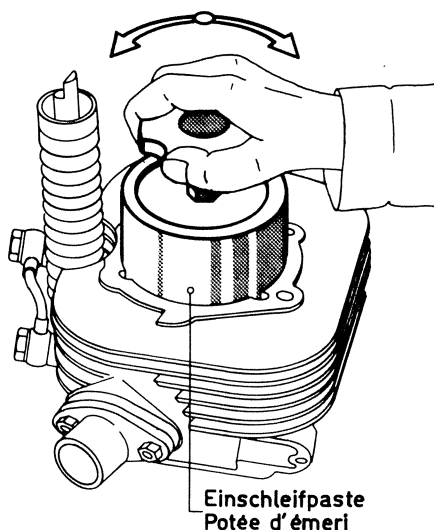

Fig. 9
- Mittels Vorrichtung Nr B 600.20.111 und grober Einschleifpaste, die untere Dichtfläche durch Drehbewegung planschleifen (Fig. 9)
- Au moyen du dispositif No B 600.20.111 et de potée d'émeri grossière, planer l'assise de culasse en opérant par mouvements circulaires (fig. 9).